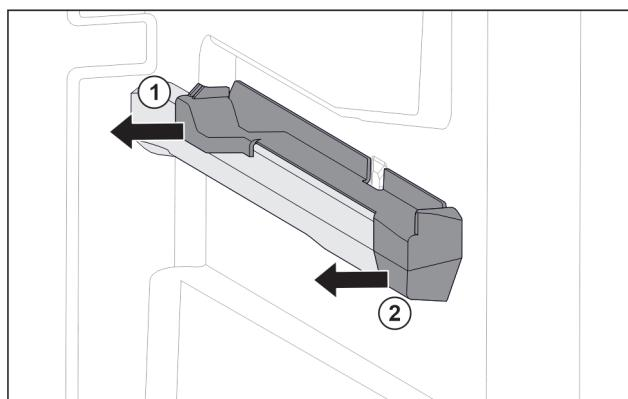

Fig. 83 Вставная часть на правом контейнерном ребре
- Отодвиньте вставную часть сзади в сторону. Fig. 83 (1)
- Отодвиньте вставную часть спереди в сторону. Fig. 83 (2)